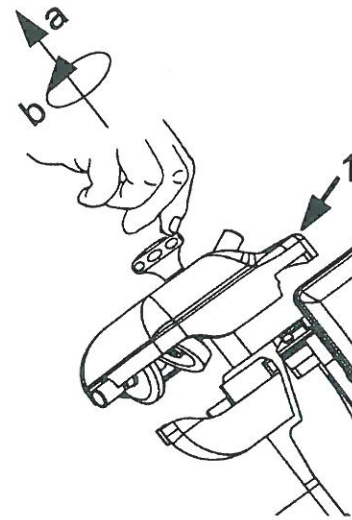

Abb. 45
2. das Schleifvorrichtung-Oberteil (1) hochheben (a) und um 180° drehen (Detail b - Abb. 45);